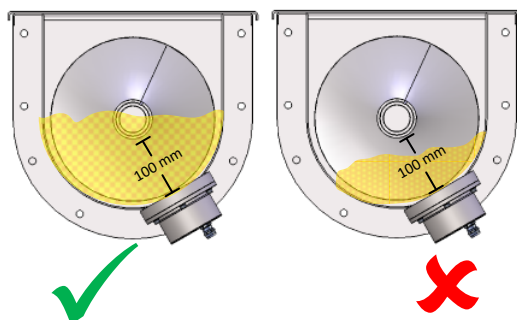

Figura 7: Nível de material do transportador helicoidal
- Manter um nível de enchimento de material estável, assegurando que a profundidade do material em frente do disco cerâmico do sensor se mantém sempre acima de 100 mm (ver Figura 7).